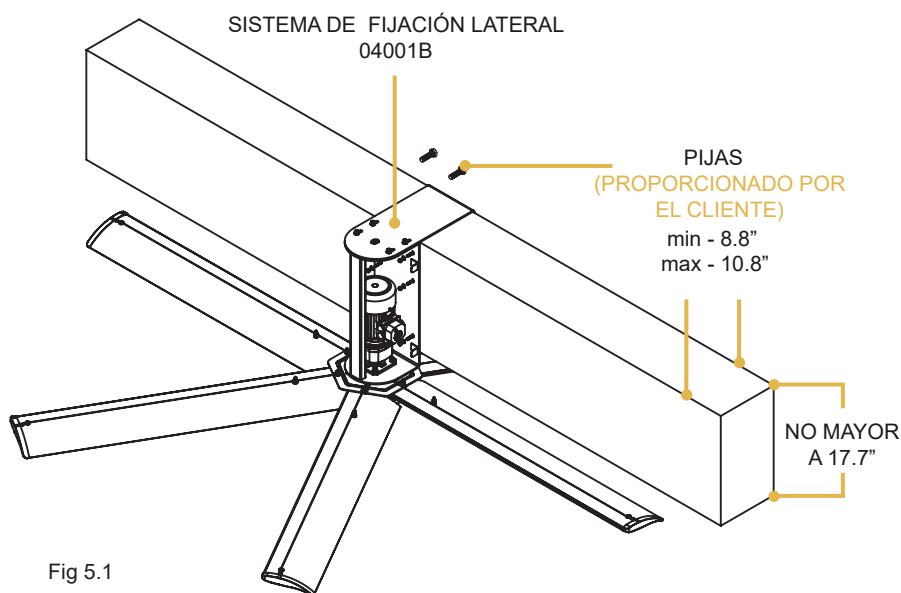

Fig 5.1
- b) Posteriormente, se colocará el sistema de fijación lateral en la parte trasera de la viga de la misma manera, como se muestra en la fig. 5.1